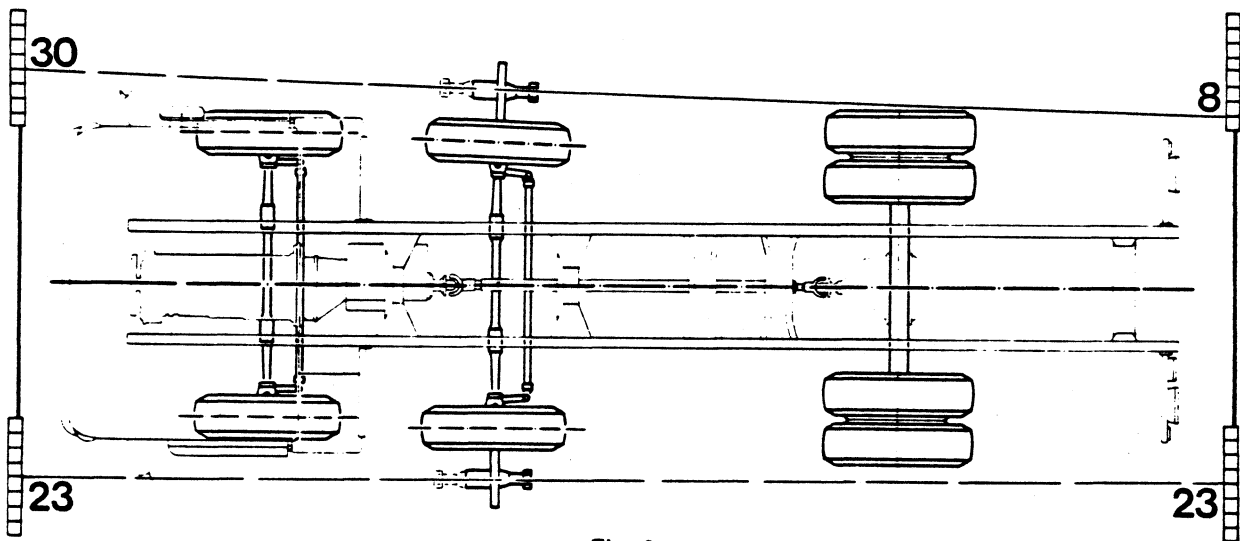

Fig. 8
9. Plaats vervolgens beide projectoren op de opspanners aan de wielen van de tweede bestuurbare as en stel het wiel aan stuurwielzijde nu zodanig in dat de aanwijzing van de projector op beide linealen exact gelijk is (Fig. 8).